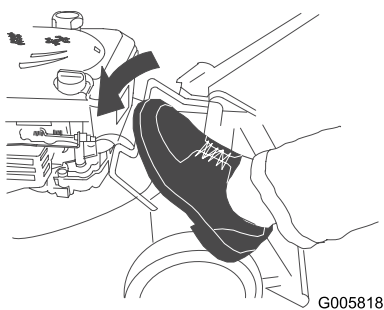

Figura 27
2. Pise la palanca de liberación del manillar (Figura 27).